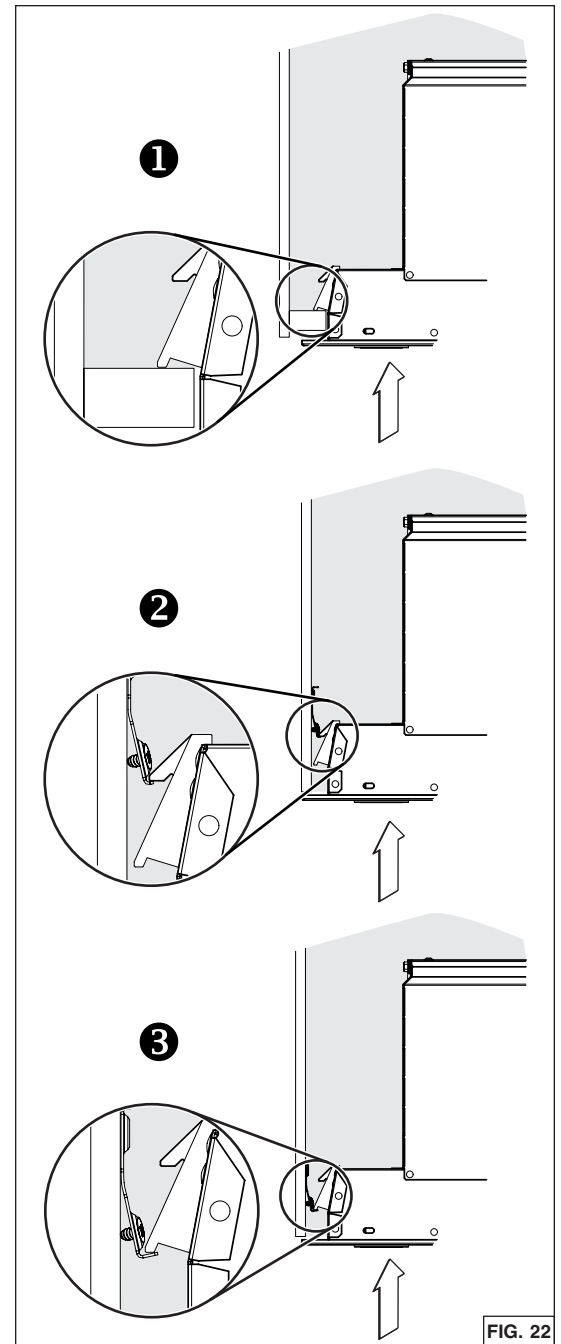

FIG. 22
2. Insérer l'appareil dans l'armoire, jusqu'à ressentir un « clic » provenant des deux côtés de l'appareil, confirmant que les crochets *Ease of Install* s'appuient sur le dessus des côtés de la base de l'armoire ①, ou sur les rebords des supports d'armoire ② ou ③ (FIG. 22). Bouger l'appareil de gauche à droite, d'avant à l'arrière et le lever pour vérifier que les crochets *Ease of Install* retiennent l'appareil à l'intérieur de l'armoire.